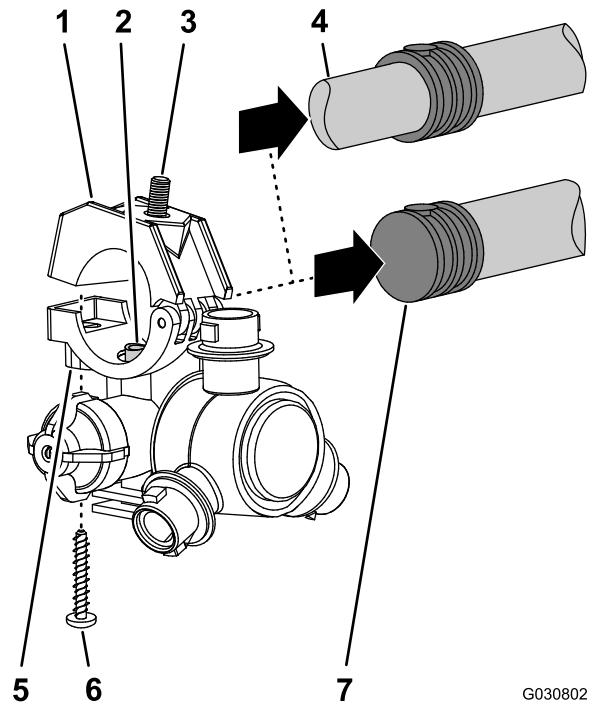

Bild 119
5. Arbeiten Sie mit den acht Sprühdüsen, die Sie in Schritt 1 entfernt haben, und nehmen Sie die Edelstahlschrauben (Nr. 2 x 1-1/4") ab, mit der die oberen Klemmenhälften und der gezahnte Einzelschlauch- oder Doppelschlauchschaft (3/4") am Gehäuse jeder Sprühdüse befestigt sind; nehmen Sie die gezahnten Schlauchschaft ab (Bild 119).